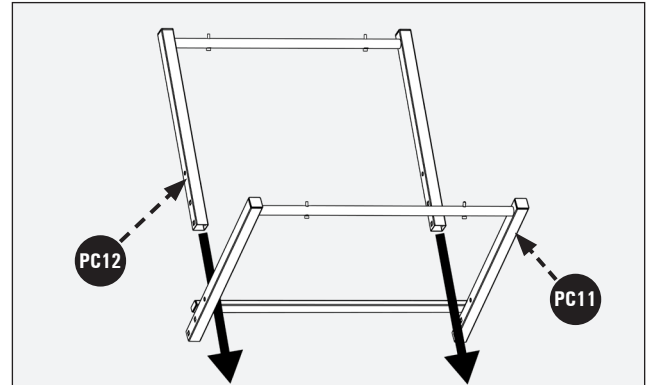

FIGURA 1
1. Ensamble la pieza de la base **PC12** a través de la pieza de la base **PC11** que tiene un apoyo transversal como se muestra en la Figura 1.